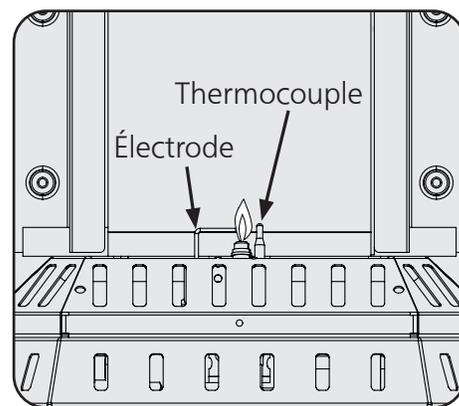

Figure 7
- Inspecter visuellement la flamme pilote et le brûleur de manière périodique pendant son utilisation. La flamme pilote doit être de couleur bleue (et non pas jaune) et doit s'étendre jusqu'au capteur de température à thermocouple. La flamme doit entourer le capteur de température à thermocouple juste dessous la pointe. Voir la figure 7.